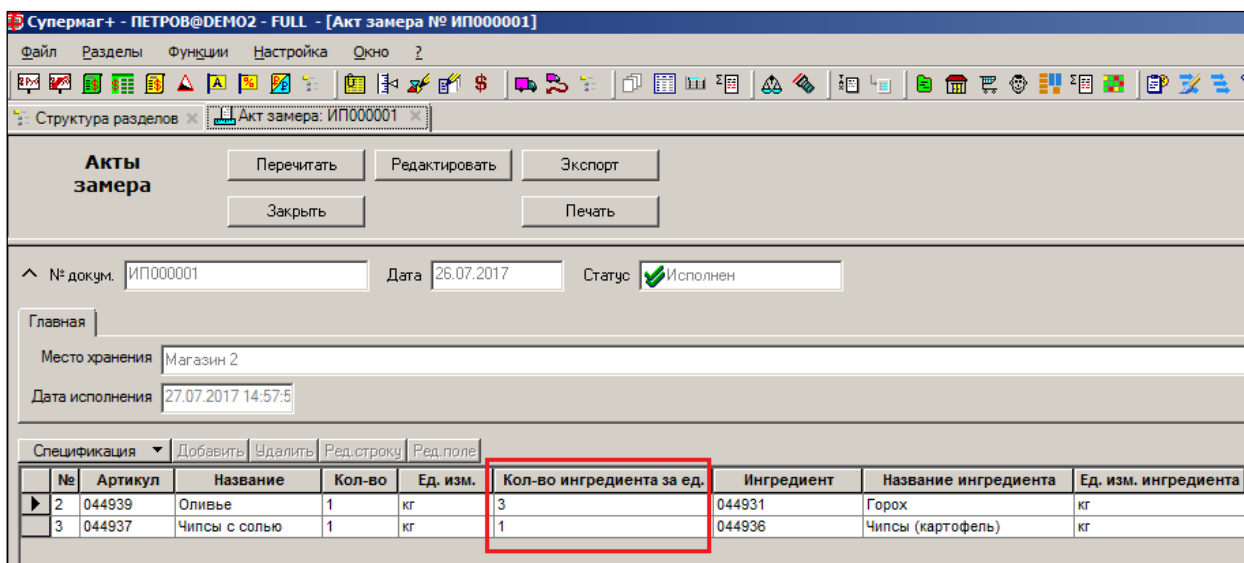

Рисунок 8 – Спецификация акта замера
3. Информация о товаре, ингредиенте и коэффициенте пересчета появится в спецификации **Акта замера** (Рисунок 8):